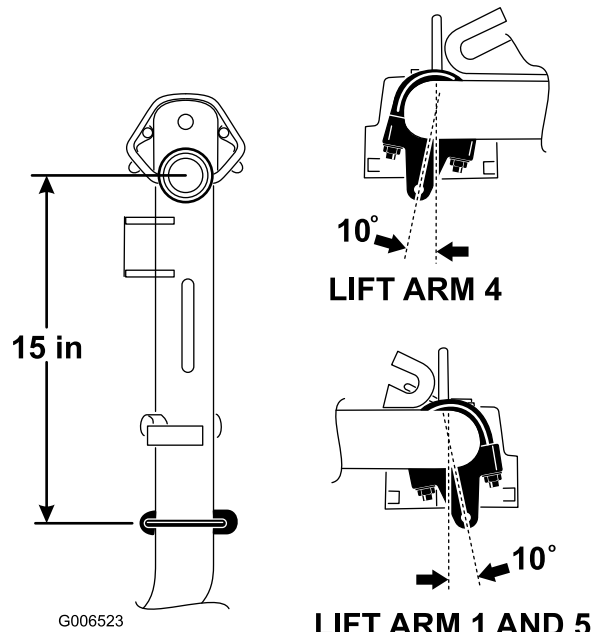

Figura 7
- En los brazos de elevación 1, 4 y 5, posicione los soportes de las cadenas y los pernos en U a 38 cm por detrás de la línea central del nudo del pivote (Figura 7).
Nota: En los brazos de elevación 1 y 5, los soportes deben girarse hacia la derecha, a 10° de la vertical (Figura 7).
Nota: En el brazo de elevación 4, el soporte debe girarse hacia la izquierda, a 10° de la vertical (Figura 7).